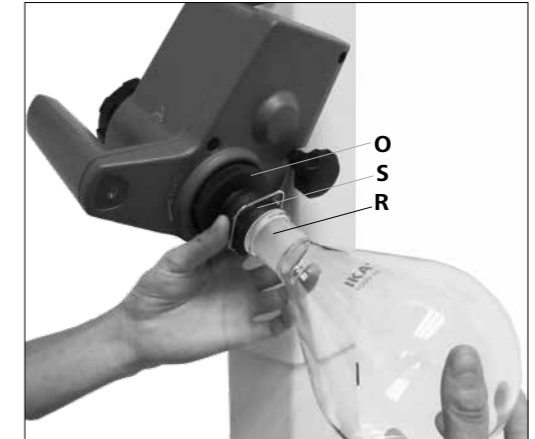

Fig.15a
- Setzen Sie den Verdampferkolben auf das Dampfdurchführungsrohr (R). (Fig.15a)